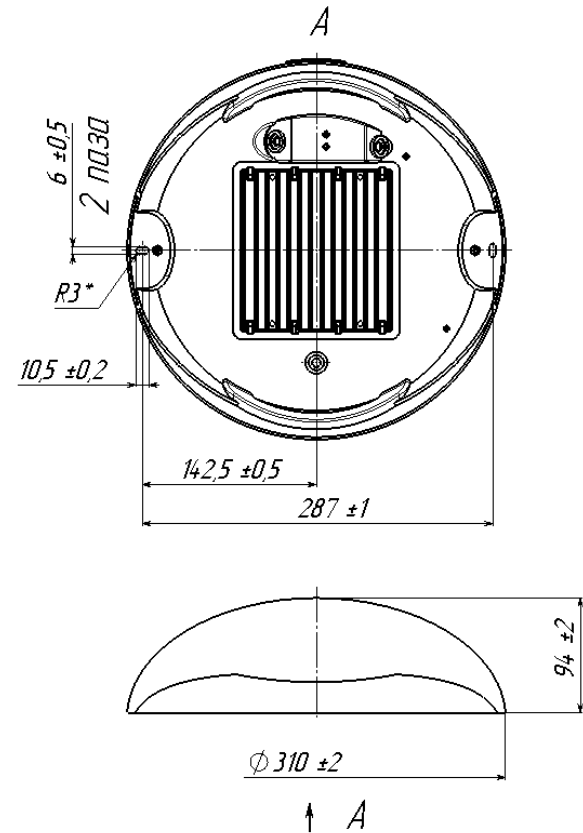

Рисунок 1
2.1 Светильник GALAD Кастор LED-25 (рисунок 1) предназначен для внутреннего освещения: освещения зон с временным пребыванием людей и объектов ЖКХ: лифтовых холлов, лестничных площадок, коридоров, вспомогательных помещений. Допускается использовать для наружного освещения: подъездов зданий, проходов, подземных пешеходных переходов.